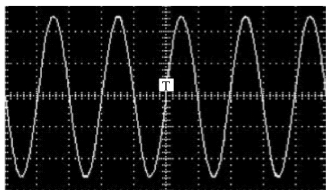

图4-5 正弦电流波形示意图
1) 正弦电流波形。交流电流的具体种类很多,在电路分析时常用具有正弦特性的交流电流来说明,如图4-5所示是正弦电流波形示意图。